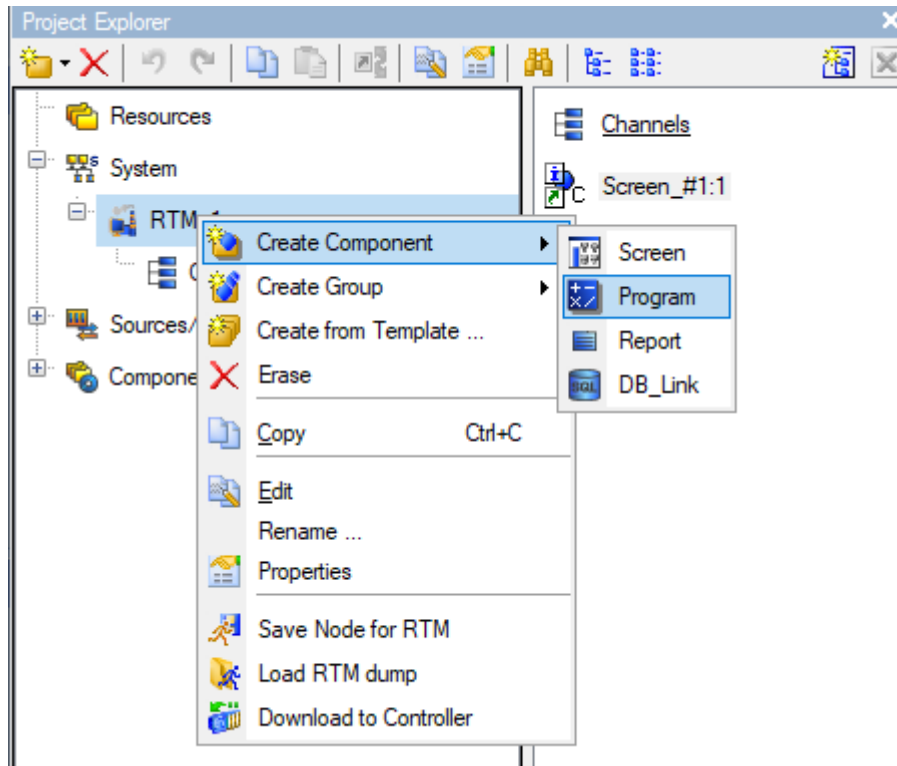

Рисунок 15 – Створення компоненти **Програма**
1.7 Створити програму мовою **FBD** для імітації сигналу рівня рідини у ємності. Подвійним натисканням ЛК відкрити вузол **RTM_1** та ПК створити в ньому компоненту **Program** (Програма) (рис. 15).